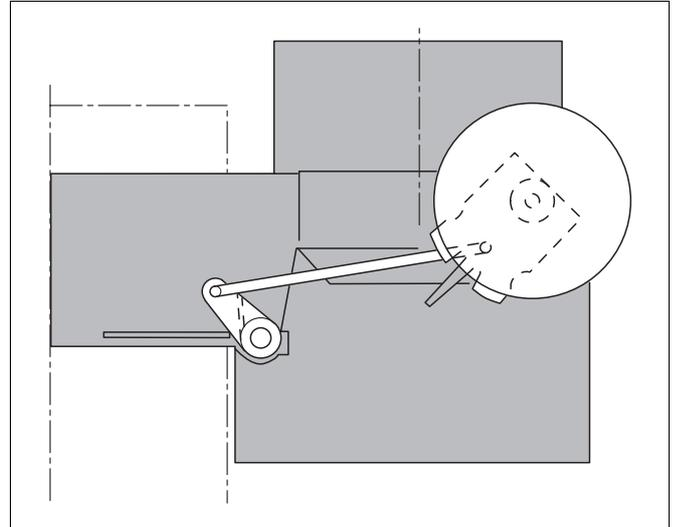

Abb. 30 Seitenansicht Strömungssicherung Abgassperrklappe auf Stellung „AUF“
- Bei Wärmeanforderung muss die Abgassperrklappe in Stellung „AUF“ (Abb. 30) gehen. Kontrollieren Sie dies anhand der Bewegung des Stellhebels. Erst nachdem die Endstellung „AUF“ erreicht ist, darf der Brenner in Betrieb gehen.